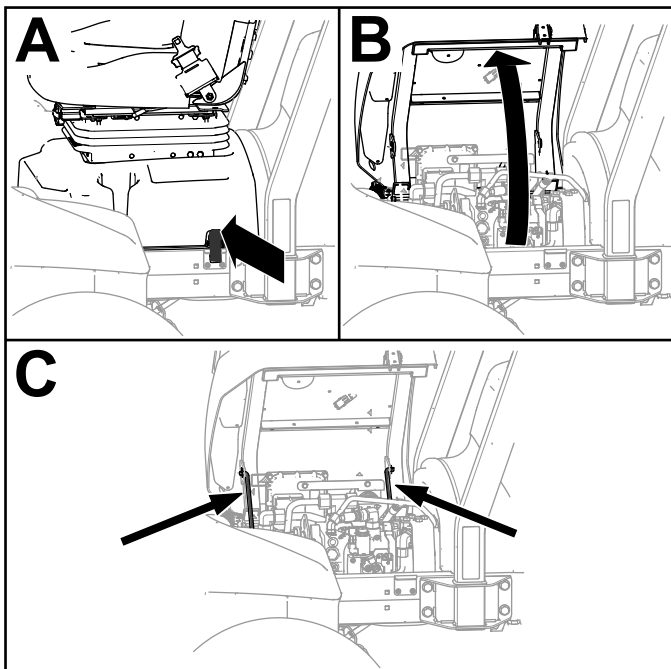

Figura 68
1. Desenganche la base del asiento (Figura 68, A).
2. Inclíne el asiento y la base (Figura 68, B).
3. Coloque las varillas de sujeción (Figura 68, C).